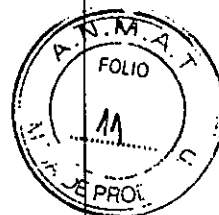

Figura 2: Pantalla Información del donante/Colocar sistema
El sistema mostrara un mensaje indicando que se esta reiniciando. Durante el reinicio, el sistema llevara a cabo una serie de pruebas de autodiagnóstico. Una vez finalizadas las pruebas de autodiagnóstico, aparecerá la pantalla Información del donante/Colocar sistema, que se muestra en la Figura 2.
1. Pulse Salir de PLT en la pantalla Información del donante/Colocar sistema que se muestra en la Figura 2.
1. En la pantalla principal de Información del donante/Colocar sistema, (que se muestra en la Figura 2), pulse el botón Información del donante. Aparecerá la pantalla de información del donante, con botones que representan el sexo, la estatura y el peso del donante.